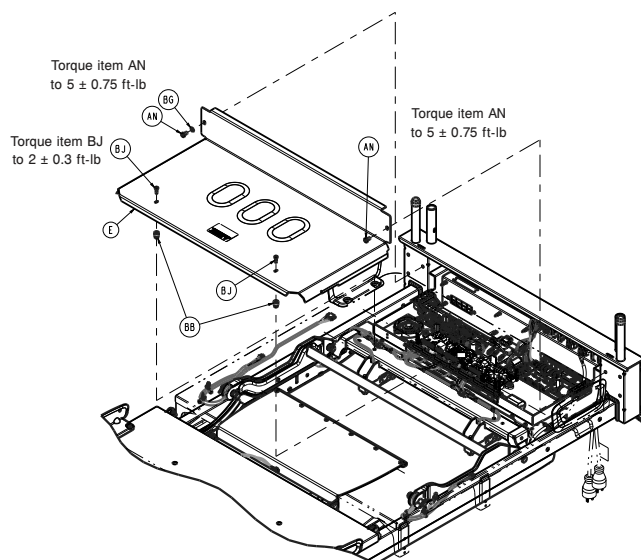

Figura 7 – Remover a cobertura
14. Utilizando uma chave Torx T25, remova os dois parafusos (BJ) que fixam a tampa da caixa de equipamentos eletrônicos da estrutura da cama (E) ao conjunto da caixa de equipamentos eletrônicos (Figura 7). Guarde os parafusos.
15. Utilizando uma chave Torx T30, remova os dois parafusos (AN) que fixam a tampa da caixa de equipamentos eletrônicos da estrutura da cama (E) ao conjunto da caixa de equipamentos eletrônicos (Figura 7). Guarde os parafusos e a tampa.
17. Utilizando uma chave Torx T25, reinstale os dois parafusos (BJ) para fixar a tampa da caixa de equipamentos eletrônicos da estrutura da cama (E) ao conjunto da caixa de equipamentos eletrônicos (Figura 7).
18. Utilizando uma chave Torx T30, reinstale os dois parafusos (AN) para fixar a tampa da caixa de equipamentos eletrônicos da estrutura da cama (E) ao conjunto da caixa de equipamentos eletrônicos (Figura 7).